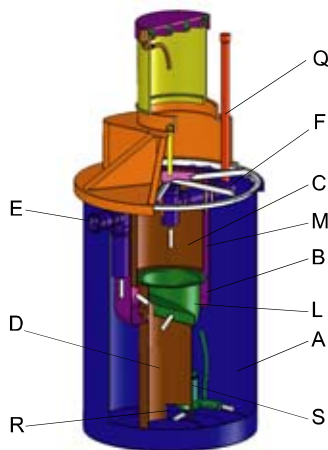

Рис. 3. Внутренне строение зоны аэрации ЛОС 5М
Аэрированная смесь перетекает из емкости окисления-нитрификации «А» (Рис. 3) в емкость «В», через первую серию отверстий (Т1), сделанных в верхней части ускорителя (М) и стекает по вертикали вниз. В нижней зоне емкости «В» поток перетекает в емкости (С) и (D) через серию отверстий (Т2).